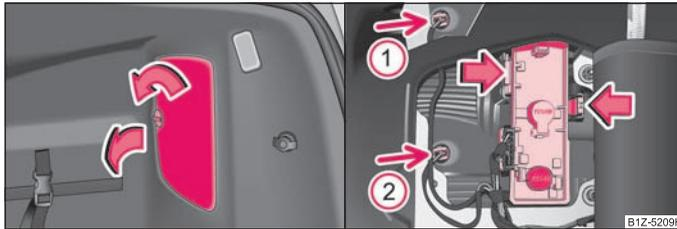

Fig. 197 Coffre à bagages: Cache pour le support d'ampoule / dépose du support d'ampoule
- Déverrouillez la sécurité et ouvrez le cache du support d'ampoules ⇒ fig. 197 - à gauche.
- Poussez les ergots dans le sens de la flèche et retirez le support d'ampoules ⇒ fig. 197 - à droite.
- Sortez l'ampoule défectueuse (flèche ① ou ②) du boîtier et remplacez-la par une neuve.